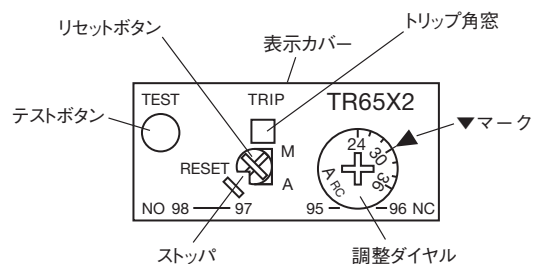

図3
(1) 電流設定のしかた【図3】
(2) 動作表示【図3】
(3) シーケンスチェック【図3】
(4) リセット方法【図3】